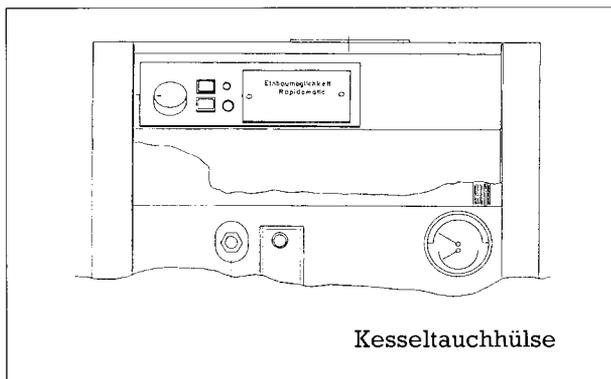

Abb.6
- Der Kesselfühler wird in die Kesseltauchhülse gesteckt (Abb. 6)